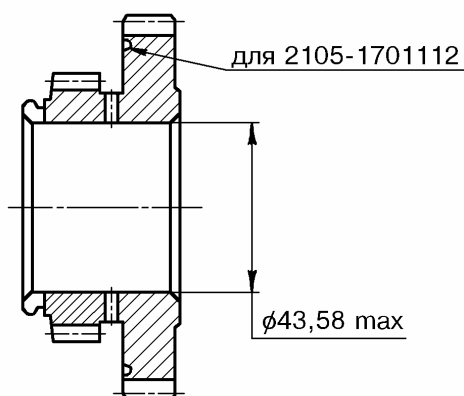

Рис.39. Шестерни вторичного вала – 2101-1701112, 2101-1701127, 2101-1701131, 2105-1701112.
4.2.8 Шестерни передач – 2101-1701112, 2101-1701127, 2101-1701131, 2105-1701112, рис.39.